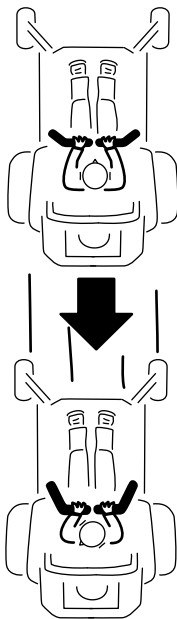

Figura 27
2. Para andar para trás, puxe as alavancas de controlo do movimento lentamente para trás (Figura 27).